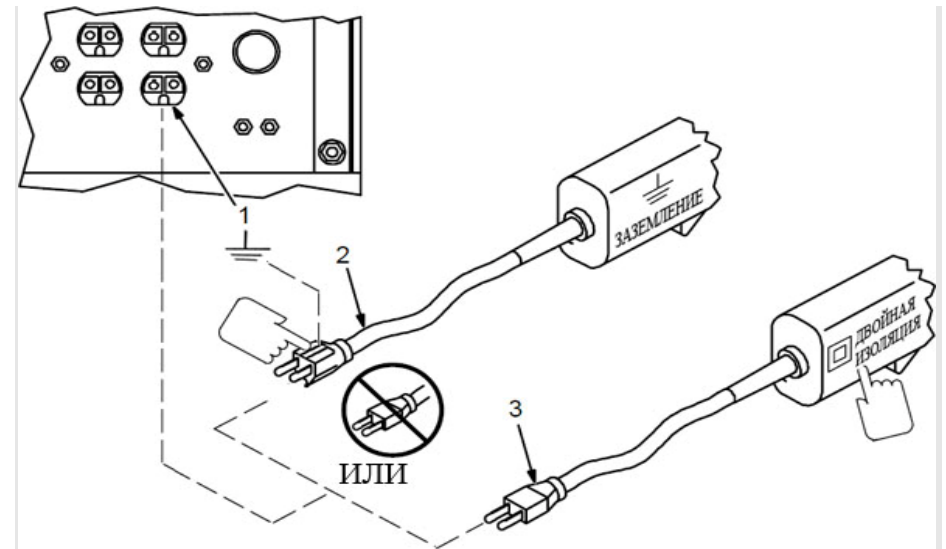

Рис. 4.
10.3.3. Подключаемые потребители должны иметь (рис. 4):